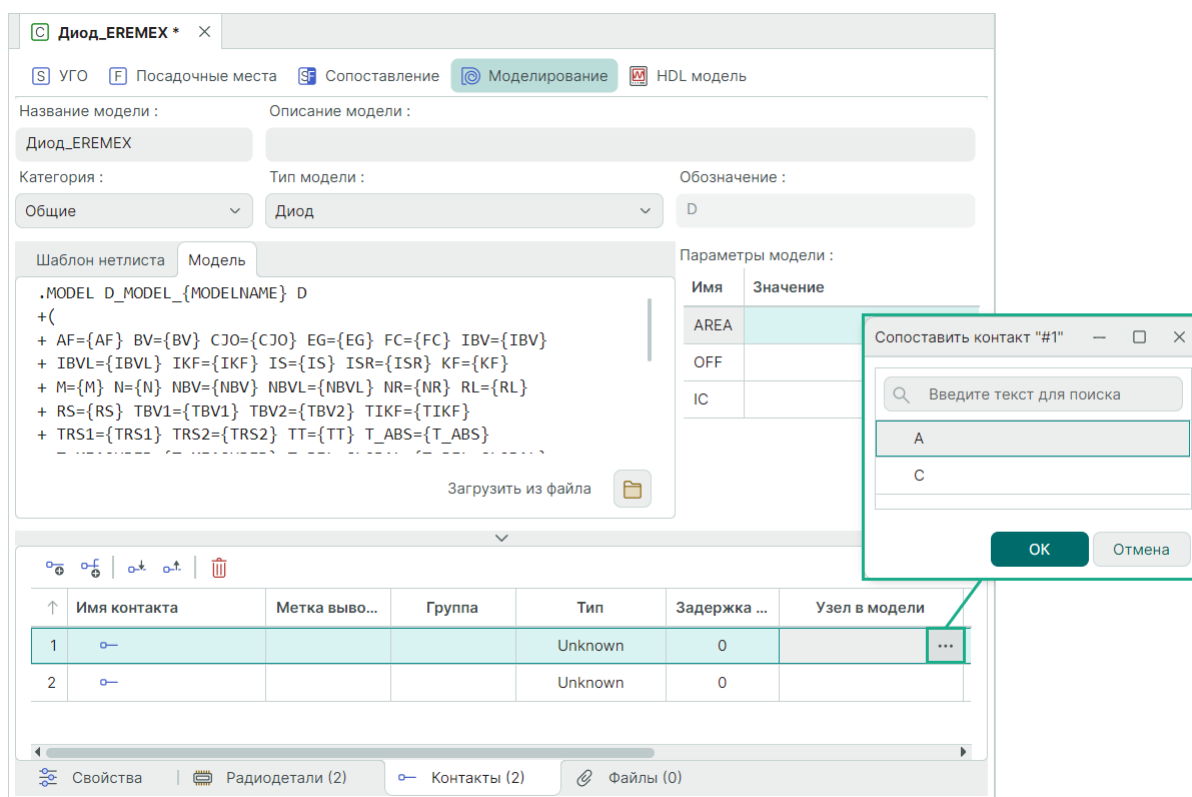

Рис. 298 Сопоставление контактов УГО с выводами SPICE-модели
5. Перейдите на вкладку «Контакты» и сопоставьте контакты компонента с выводами SPICE-модели, Рис. 298.